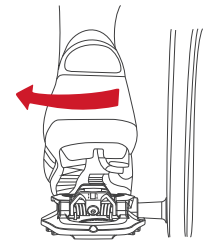

Figura 6. Girar lateralmente para desenganchar el pie del pedal
- Para desenganchar la zapatilla del pedal, gira el talón lateralmente hacia fuera de la línea central de la bicicleta (figura 6).